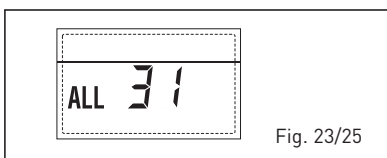

Fig. 23/25
- **ANOMALÍA CONFIGURACIÓN INSTALACION TRES ZONAS "ALL 32" (fig. 23/26)**